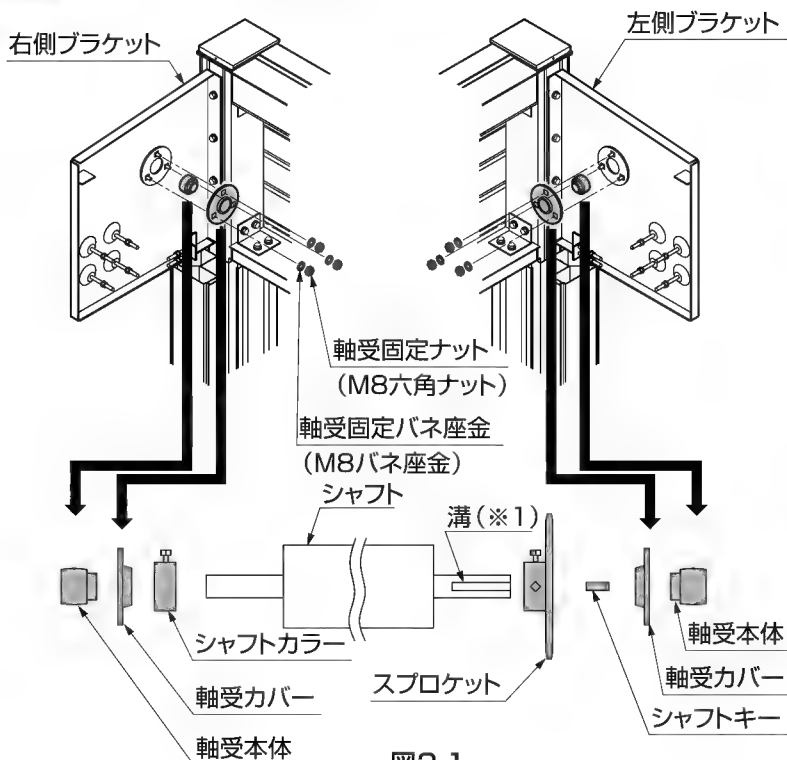

図2-1
- スプロケットの取付け方向が図2-1のようになっているか確認してください。
- ②シャフトカラーをシャフトの溝のないほうの軸に取付けてください。
- ③ブラケットの「軸受固定ナット」、「軸受固定バネ座金」を外し、軸受カバーと軸受本体を取外して、シャフトの軸に組付けてください。
- 軸受カバーと軸受本体の取付け方向が図2-1のようになっているか確認してください。